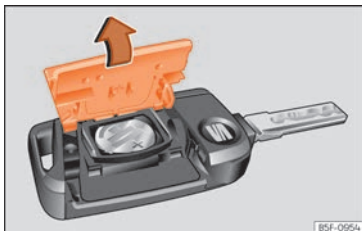

Fig. 145 Llave del vehículo: apertura de la tapa del compartimento para la pila.
- Retire la tapa en la parte trasera de la llave del vehículo » » » **fig. 145** en la dirección de la flecha » » » ❶.
- Coloque la tapa tal como se muestra » » » **fig. 145** y presiónela en la carcasa de la llave del vehículo en sentido contrario a la flecha hasta que encastre.
❶ CUIDADO